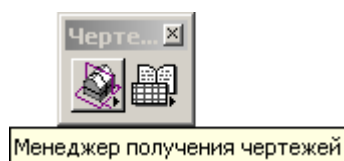

Рисунок 29
Для получения сечений, разрезов, видов используется инструмент *Менеджер получения чертежей* (Рисунок 29). Путь размещения этой панели следующий *TriForma\Инструменты\Чертежи и отчеты\Чертежи и отчеты*
- Выбрать *Менеджер извлечения чертежей* (Рисунок 29).